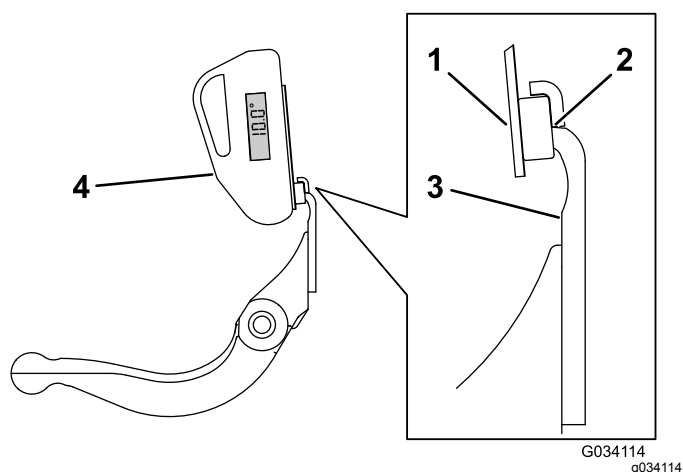

Figura 36
3. Posizionate il supporto del goniometro sul bordo della controlama, in modo che il bordo del magnete corrisponda a quello della controlama (Figura 36).
4. Posizionate il goniometro sul supporto, come illustrato nella Figura 36.